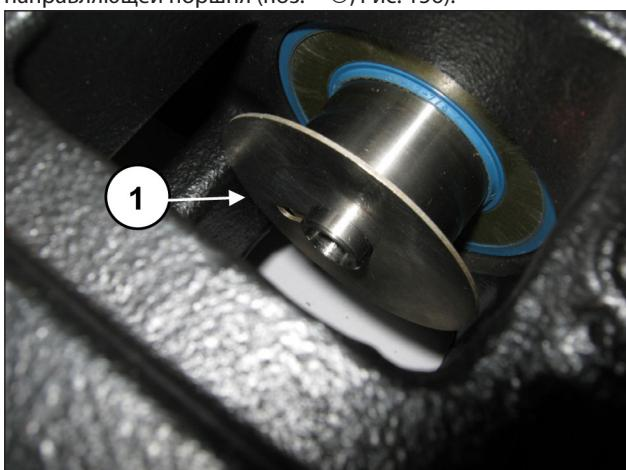

Рис. 156
Поместите брызгоотражательное кольцо в паз на направляющей поршня (поз. ①, Рис. 156).